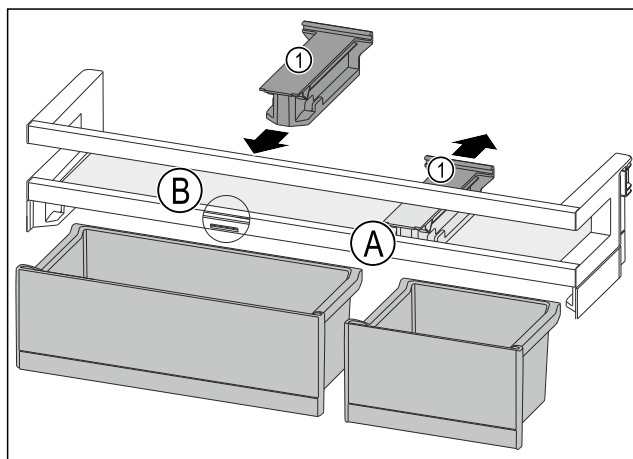

Fig. 97
- ▶ Tirare l'elemento di tenuta Fig. 97 (1) all'indietro per portarlo in posizione Fig. 97 (A).
- ▶ Inserire l'elemento di tenuta Fig. 97 (1) in posizione Fig. 97 (B).